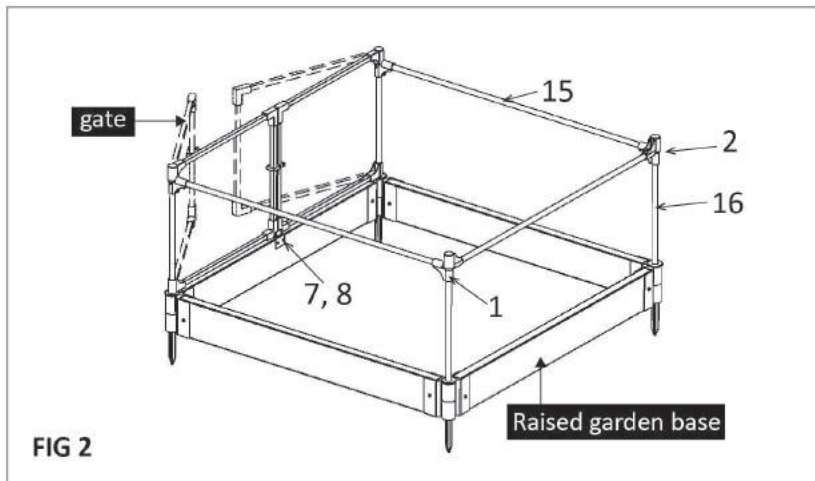

FIG 2
Étape 2 – Installer les embouts avec trous centrés (17) sur les piquets du jardin surélevé.
Étape 3 – Fixer la butée de la porte (8) à l'aide de vis (7), en restant du côté intérieur de la structure pour empêcher la porte de basculer vers l'intérieur.
Étape 4 – Fixer le reste de la structure aux portes. (Fig. 2)